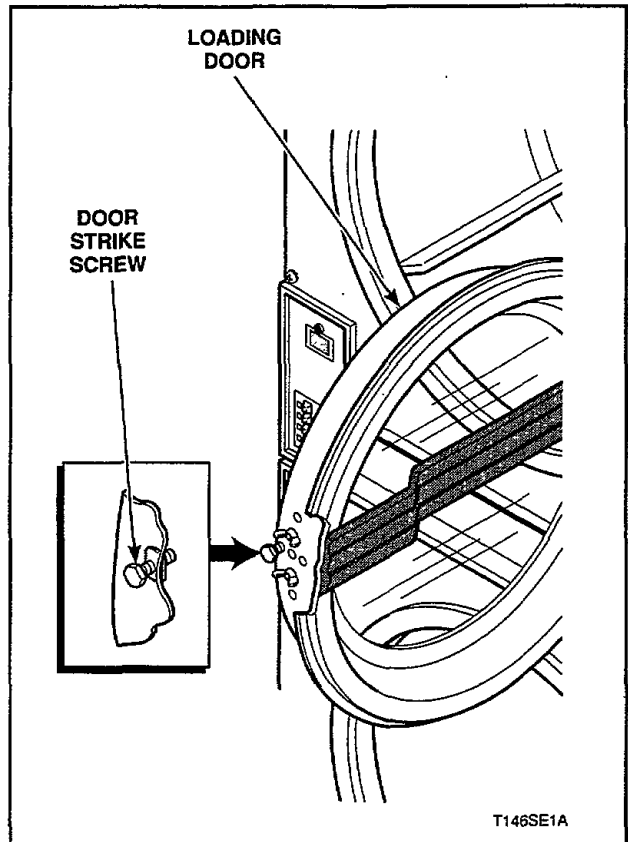

Figure 35
**41. CYLINDER DOOR STRIKE (Figure 35)**